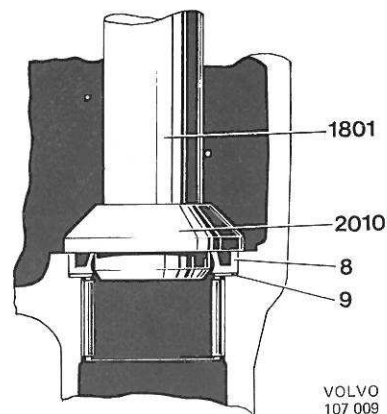

Figure 119. Montage de la bague d'étanchéité
10. Bien fixer le boîtier (51) avec le col tourné vers le bas. Poser la rondelle (8) dans le boîtier. Monter la bague d'étanchéité (9), avec lèvre d'étanchéité tournée vers le haut. Se servir des outils 2010 et 1801, figure 119.